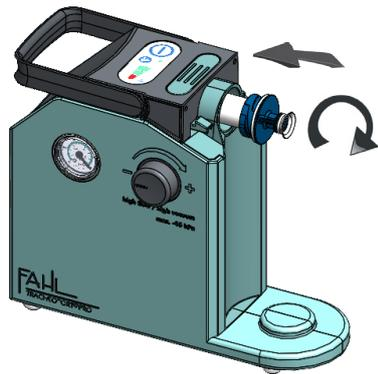

Bild 2
6. Setzen Sie den Bakterien- und Virenfilter in die vorgesehene Öffnung am Gerät ein und drehen Sie ihn mit einer Vierteldrehung in Uhrzeigerichtung (siehe Bild 2).